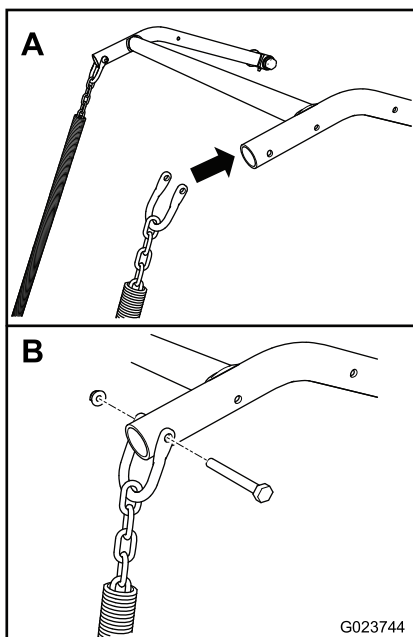

Рисунок 14
4. Совместите каждую скобу с соответствующей стороной подъемного устройства навесного орудия на машине (Рисунок 14).